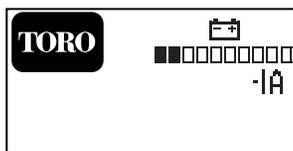

Figure 26
- **Écran d'exécution** (Figure 26) : affiche l'état de charge des batteries et d'autres informations actuelles sur la machine, qui sont indiquées par les icônes présentées sous Comprendre les icônes de l'écran d'affichage (page 38).